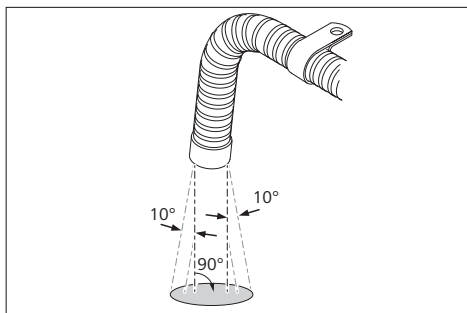

Fig. 21: Position de montage de la sortie des gaz d'échappement
- ▶ Fixer le tuyau d'échappement au maximum 150 mm avant la sortie des gaz d'échappement de manière à ce que les gaz d'échappement puissent être évacués dans un angle de $90^\circ \pm 10^\circ$ par rapport au plancher. Voir Fig. 21.